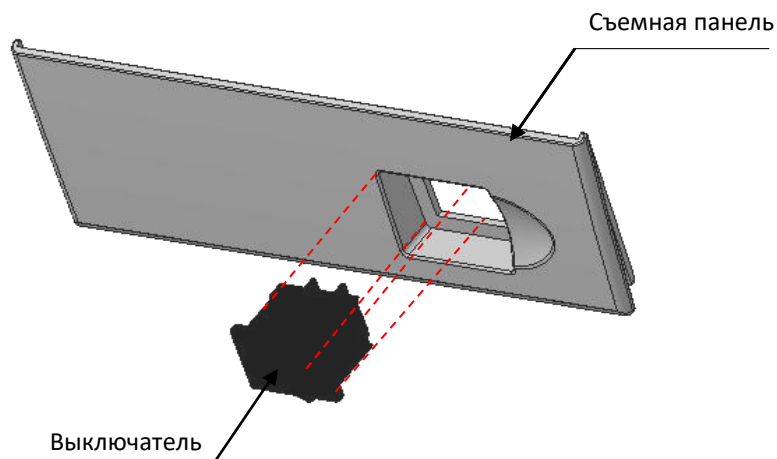

Рисунок 16. Установка выключателя сетевого кабеля с выключателем на съемной панели
- **Кабель сетевой с выключателем** (подробнее о сетевом кабеле см. в «Альбоме схем») вставляется в прорезь (отверстие) с внешней стороны передней съемной панели нижней части корпуса изделия и протягивается до упора, при этом выключатель сетевого кабеля необходимо плотно зафиксировать на съемной панели таким образом, чтобы знак «О» выключателя располагался слева (см. рисунок 16 на странице 18).